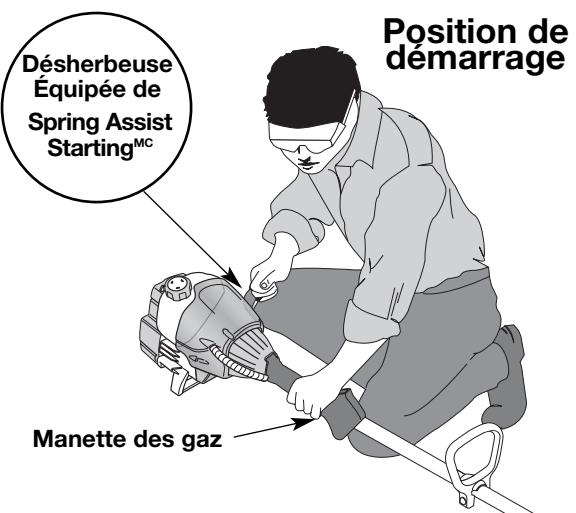

Fig. 8
AVERTISSEMENT: évitez tout démarrage accidentel. Tenez-vous en position de démarrage lorsque vous tirez sur la corde de démarrage (Fig. 8). L'opérateur et l'appareil doivent tous deux être en position stable pour éviter des blessures graves.
- 4. Accroupissez-vous en position de démarrage (Fig. 8), pressez la poignée des gaz et tirez vivement sur le cordon de démarrage à 5 reprises.